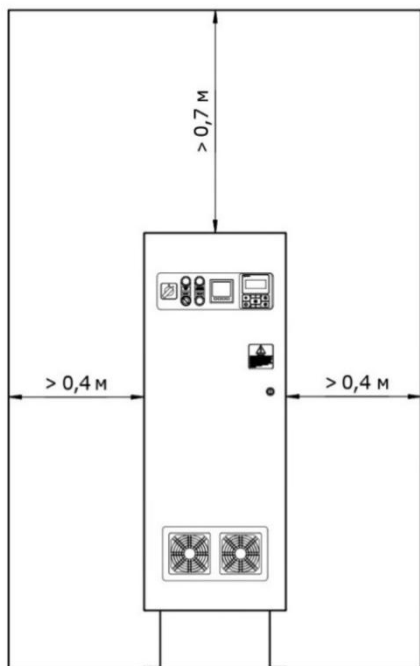

Рис. 3
6.5. При монтаже электрокотла для удобства эксплуатации, сервисного обслуживания, а также работы системы вентиляции, необходимо выдерживать минимальные расстояния до стен, пола и потолка, указанных на рис. 3. При планировке местоположения трубопроводов и компонентов обвязки (циркуляционный насос, фильтр и т.п.) должна быть предусмотрена возможность демонтажа блоков ТЭНов длиной 850 мм из бака электрокотла.
- закрепить блок коммутации и управления на стене, соблюдая минимальные расстояния, указанные на рис. 3;